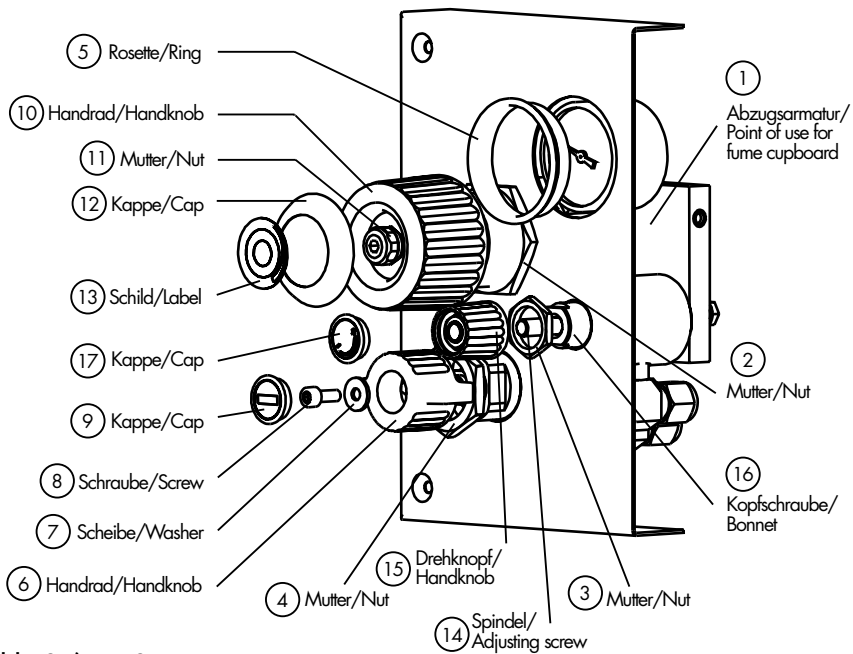

Abb. 3 / Fig. 3
6.6.3.1 Montage Abzugsarmatur (Abb. 3):
6.6.3.1 Assembly: Point of use for fume cupboard (Fig. 3)